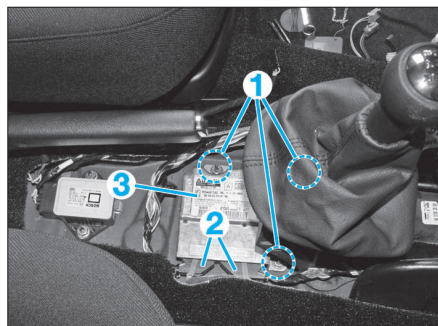

FIG. 17
- Déposer les trois vis de fixations (1) du calculateur (Fig.17).
- Débrancher les connecteurs (2).
- Déposer le calculateur d'airbag (3).